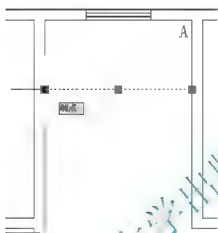

图 2.98 显示热夹点
② 在其中一个夹点上单击,使其变成红色夹点(热夹点),如图 2.98 所示。